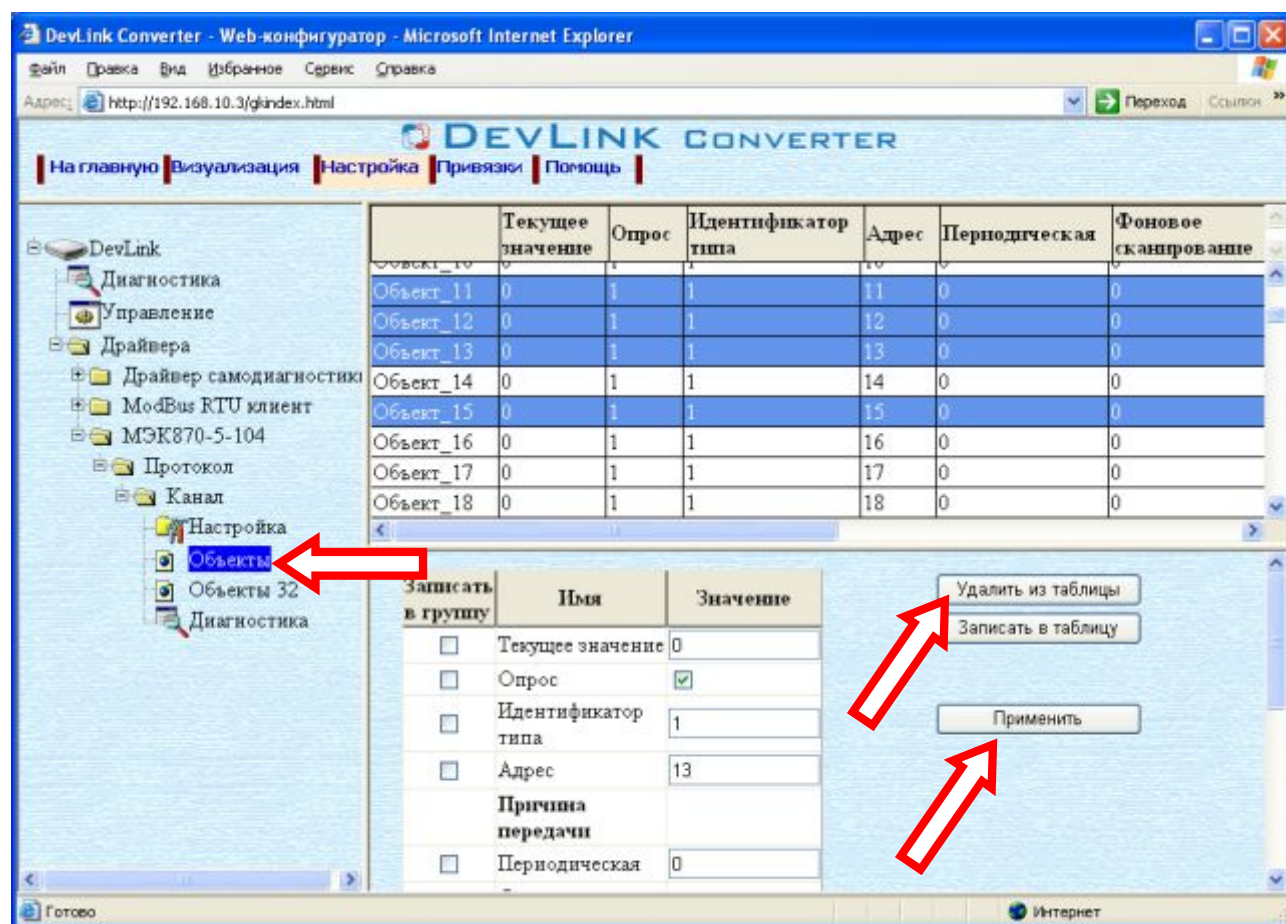

Рисунок 3.3 – Удаление объекта информации
- Выберите в дереве лист **Объекты** или **Объекты 32** (в зависимости от того, какие объекты нужно удалять) (рисунок 3.3).